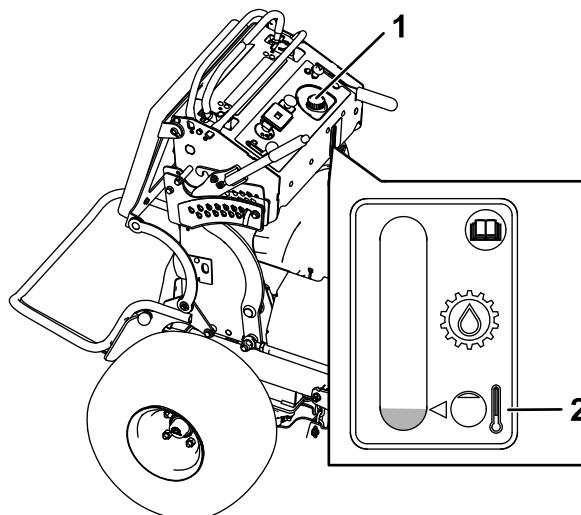

Figura 71
4. Pulite attorno al tappo e al collo del bocchettone del serbatoio idraulico (Figura 71).
- Togliete il tappo dal collo del bocchettone (Figura 71).